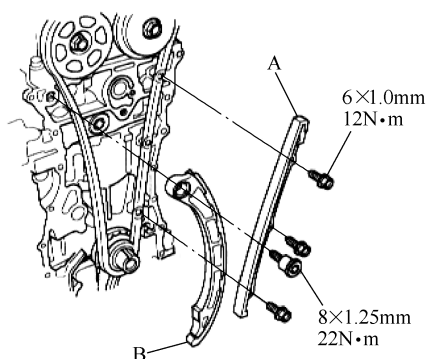

图 2-39 安装导板与张紧臂
5) 安装正时链导板 A (A) 和张紧装置臂 (B), 见图 2-39。